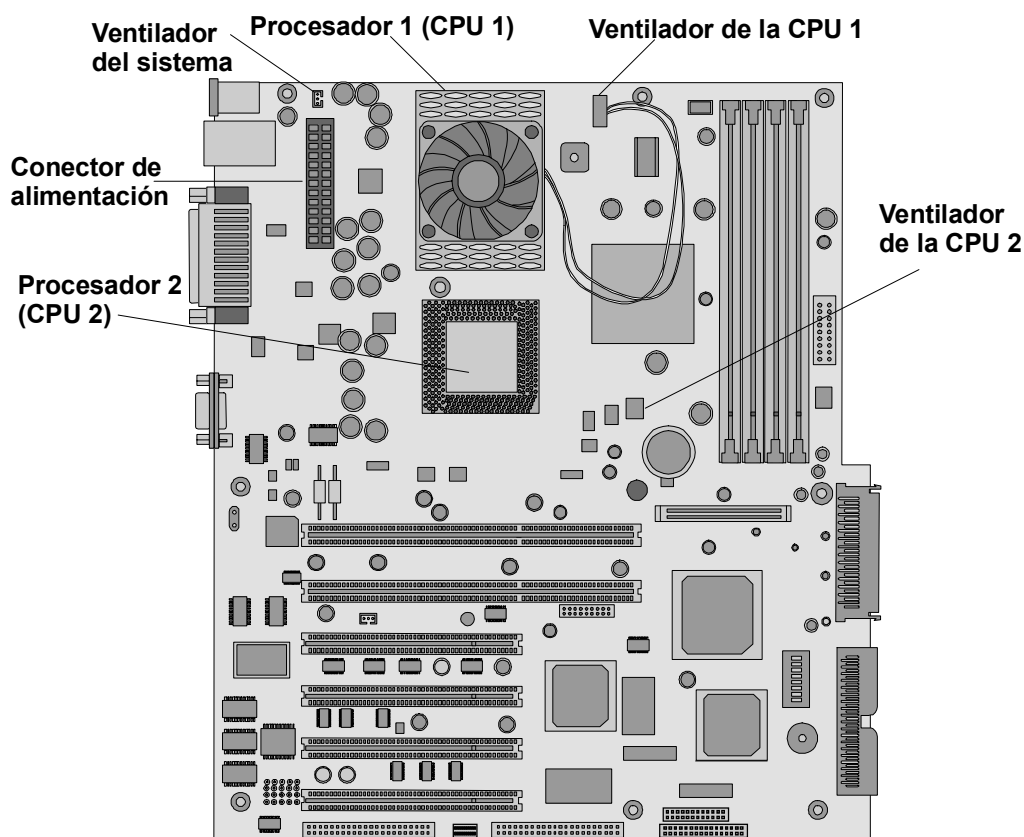

Figura 3-16. Placa del sistema (vista superior)
El HP Server tc3100 trae instalado al menos un procesador. Los dos zócalos del procesador (primario y secundario) están situados en la placa del sistema (el zócalo primario es CPU 1). Los módulos reguladores de voltaje (VRM) están integrados en la placa del sistema. Consulte la Figura 3-16.
- Instale el segundo procesador en la ranura secundaria (CPU 2). Consulte la Figura 3-16.
Esta sección proporciona las instrucciones de instalación de un segundo procesador y de su disipador de calor en la placa del sistema. En la Figura 3-16 se indica la ubicación de los procesadores primario y secundario.